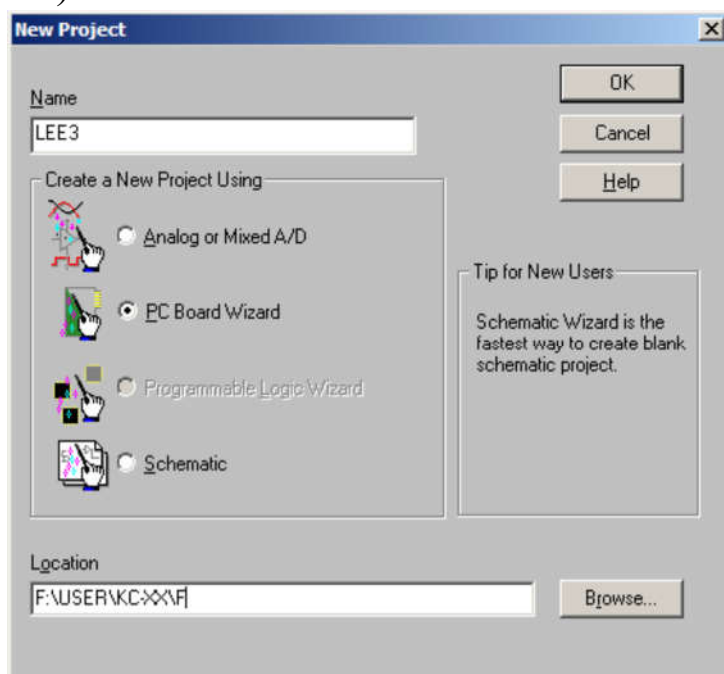

Рисунок 3 - Создание проекта
1. Запустить программу **Capture CIS** программного пакета OrCAD 9.2. Выполнить команду «**File/New/Project**». В открывшемся диалоговом окне (рисунок 3) указывается тип проекта: